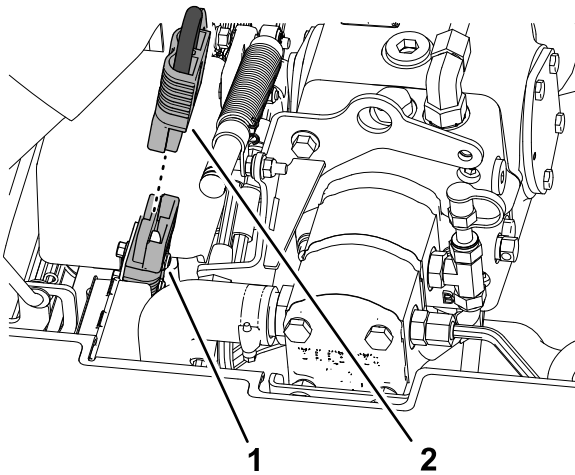

Figura 5
2. Desenchufe el puente de desconexión de la batería del sistema de 48 VCC (Figura 5).